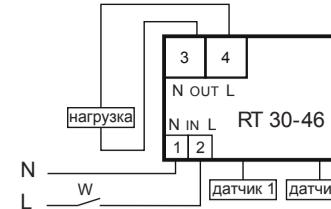

Рис. 2: схема подключения нагрузки мощностью до 4,4 кВт к устройству
5.2. Нагрузка на напряжение 220В подключается к контактам 3 и 4 устройства (рис. 2). При этом **сияющий красный светодиод** будет указывать на то, что реле замкнуто и нагревательный элемент включен. При достижении установленной температуры реле размыкается и отключает нагревательный элемент, светодиод гаснет.
7.2. Подключить нагрузку к изделию (см. рис.2). Для этого используйте одножильный или многожильный провод с двойной или усиленной изоляцией сечением, соответствующим мощности нагрузки. Напряжение подается через выключатель W или напрямую на контакты 1 и 2 изделия.